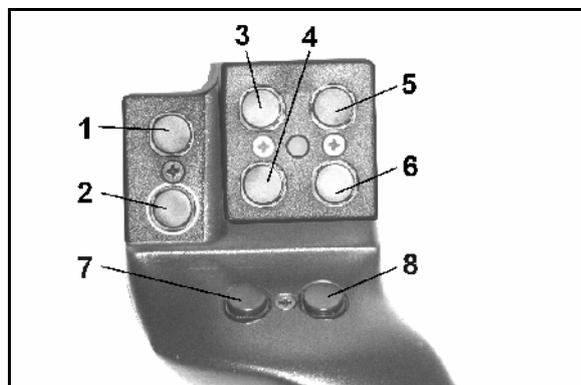
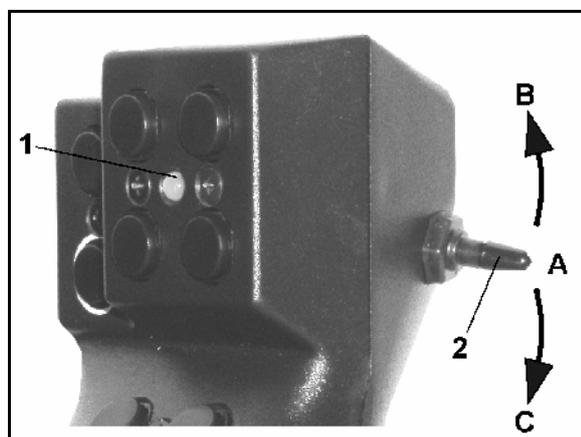

Fig. 54
Fig. 55
Pour la commande de l'**AMATRON 3⁺**, la poignée multifonctions (Fig. 54) offre 8 touches (1 - 8). Un commutateur (Fig. 55/2) donne aux touches 3 affectations différentes.
-  position centrale (Fig. 55/A) et peut être manœuvré
-  vers le haut (Fig. 55/B) ou
-  vers le bas (Fig. 55/C).
La position du commutateur est indiquée par une DEL (Fig. 55/1).